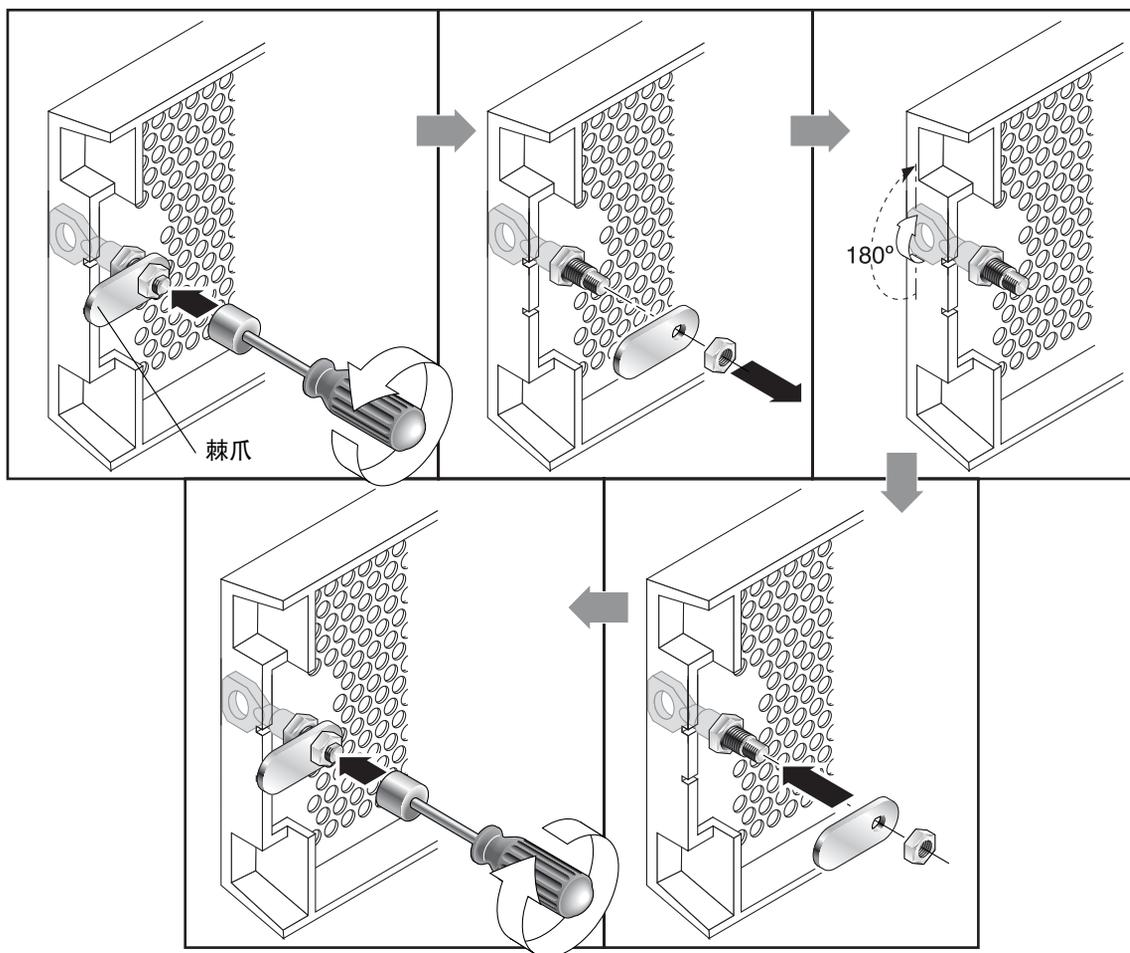

图 4-2 改装前盖锁以使钥匙无法取下的步骤
1. 轻轻将摇臂从其侧部凹处旋出，以便卸下前盖，并确保钥匙处于锁定位置，同时棘爪水平穿过前盖的边缘（请参阅图 4-2 的第一幅图）。
2. 使钥匙保留在原位，使用 12 毫米或 3/8 英寸螺母扳手卸下用于固定棘爪的螺母，如图 4-2 的第一幅图所示。
3. 从锁身的螺纹部分抬起棘爪，如图 4-2 中第二幅图所示。
5. 用钥匙将锁转动 180 度，如图 4-2 的第三幅图所示。
6. 以原先的朝向装回棘爪，如图 4-2 的第四幅图所示。
7. 使钥匙保留在原位，使用螺母扳手重新拧紧用于固定棘爪的螺母，如图 4-2 中的第五幅图所示。一定不要使螺母上的螺纹交叉。